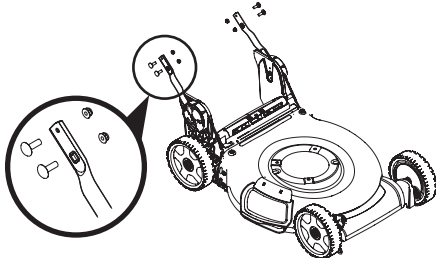

Figure 10
1. Retirez les quatre boulons de carrosserie et les écrous de la partie inférieure (Figure 10).